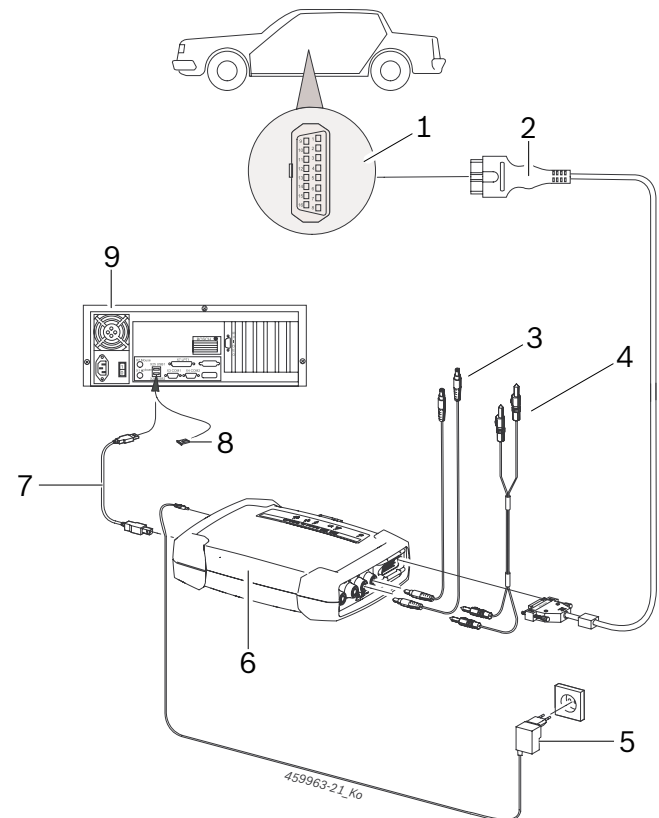

Abb. 6: Aansluitschema aan hand van het voorbeeld van de KTS 590
- de OBD-aansluitkabel (fig. 6, pos. 2) of